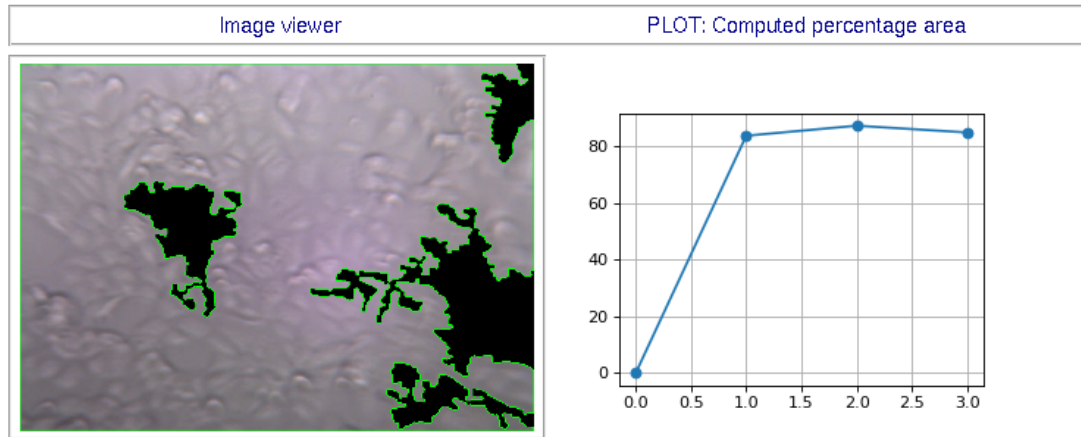

Fig. 10: Regiones obtenidas por GEMA u ORIGINAL y gráfica del porcentaje de área obtenido.
1. En la Fig. 10 se muestra los resultados que se va obteniendo durante la ejecución del programa.